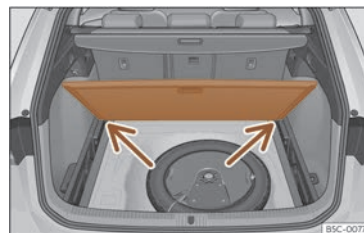

Fig. 190 Suelo variable del maletero: posición inclinada.
- Apoye el piso sobre los alojamientos previstos para tal uso >>> fig. 190 (flechas).